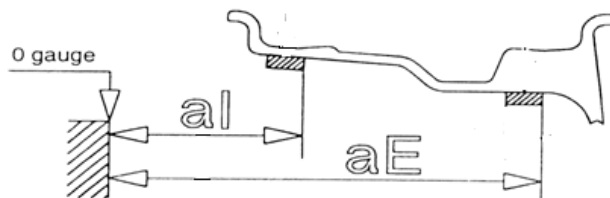

Abbildung 14-3
3. Drehen Sie das Rad langsam, und wenn die Kontrollleuchte für die Position des inneren Auswuchtgewichts aufleuchtet und "OK" anzeigt, kleben Sie das entsprechende Auswuchtgewicht in die 12-Uhr-Position auf der Innenseite der Felge (siehe linker Teil von Abbildung 14-3).
4. Drehen Sie das Rad langsam, und wenn die Kontrollleuchte für die Position des äußeren Auswuchtgewichts aufleuchtet und "OK" anzeigt, kleben Sie das entsprechende Auswuchtgewicht in die 12-Uhr-Position außerhalb der Felge (siehe Abbildung 14-3, rechter Teil).
4. Drehen Sie das Rad langsam, und wenn die Kontrollleuchte für die Position des äußeren Auswuchtgewichts aufleuchtet und "OK" anzeigt, kleben Sie das entsprechende Auswuchtgewicht in die 12-Uhr-Position außerhalb der Felge (siehe Abbildung 14-3).